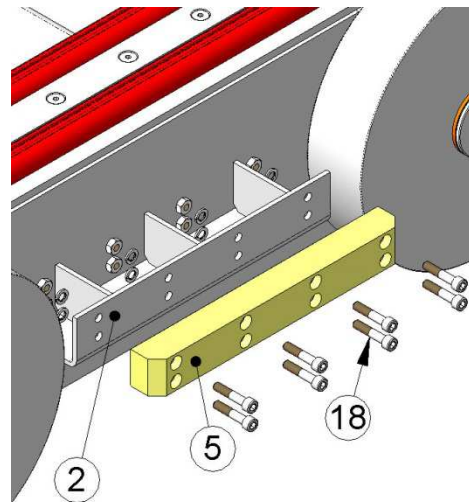

Abb. 14
**Anmerkung:** Die Nummern in Klammern beziehen sich auf die Abb. 14.